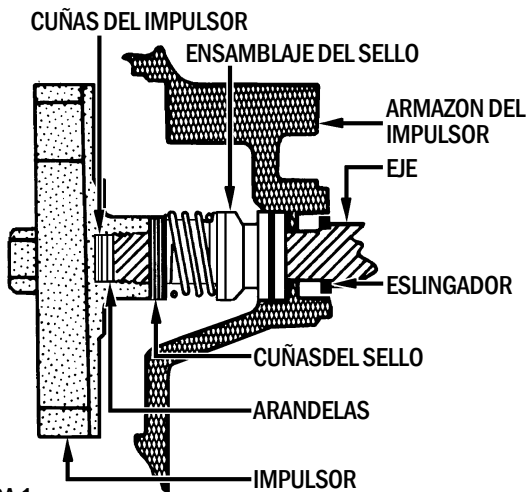

FIGURA 1
2. Para reemplazar el sello dañado, haga palanca con un destornillador pequeño para sacar el ensamblaje del armazón del impulsor y deséchelo. LIMPIE COMPLETAMENTE EL HUECO. Cuando instale el sello nuevo, aplique un poco de aceite al hueco del armazón del impulsor y al ensamblaje del sello y coloque el ensamblaje en posición. Siga las instrucciones de espaciado que se indican a continuación (Figura 1).